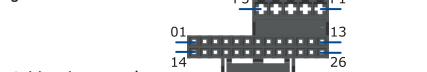

Fig. 01
10.2.4. Subida de vidrios y trabas VW GOL G6: El cable RO/AM posibilita accionar las trabas y los vidrios eléctricos de los vehículos Gol/Voyage y Saveiro G6 (únicamente con traba y vidrios eléctricos originales sin alarma). Localice la central original encima de la caja de fusibles. Para el vehículo Fox2014 a 2017, la central se encuentra detrás de la caja de fusibles. Realice la instalación conforme fig. 01.